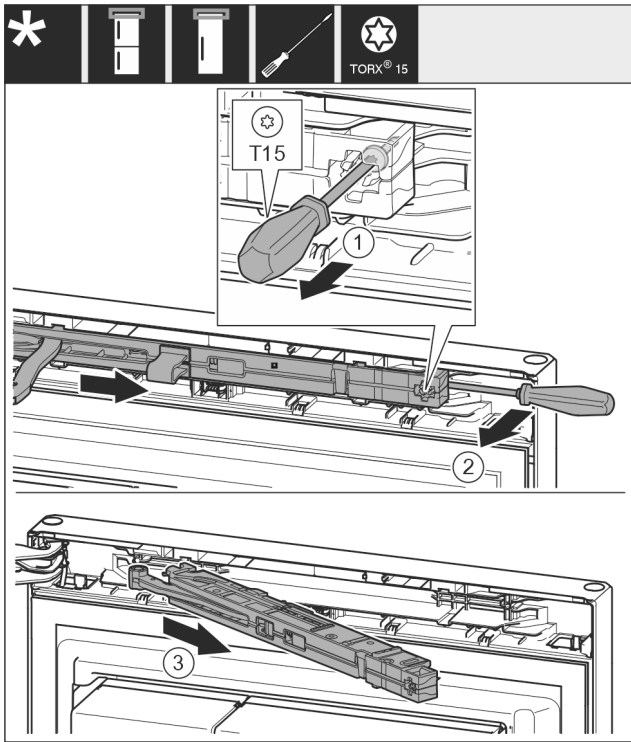

Fig. 11
- Schraube an Schließdämpfereinheit mit Schraubendreher T15 ca. 14 mm lösen. Fig. 11 (1)
- Mit einem Schraubendreher griffseitig hinter die Schließdämpfereinheit fahren und Einheit nach vorne drehen. Fig. 11 (2)
- Schließdämpfereinheit herausziehen. Fig. 11 (3)